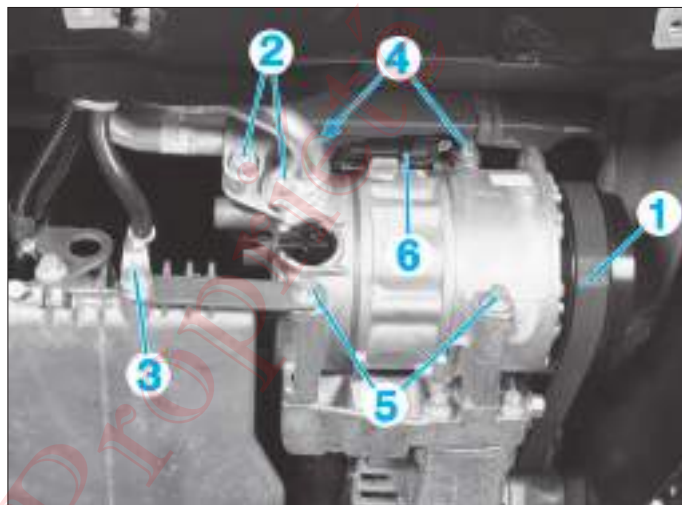

FIG. 11
- Détendre la courroie d'accessoires (1) (Fig.11) et la sortir de la poulie du compresseur (voir chapitre "MOTEUR").